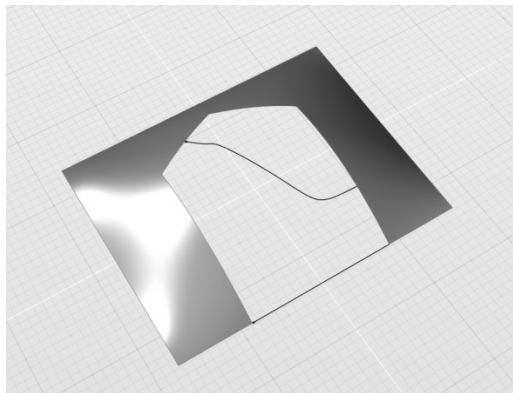

图 4-94 打开练习文件
1) 打开素材文件夹“练习 (4.4.1_2)”中的 Evolve 文件，该文件中包含一个修剪曲面和两条融合曲线，如图 4-94 所示。